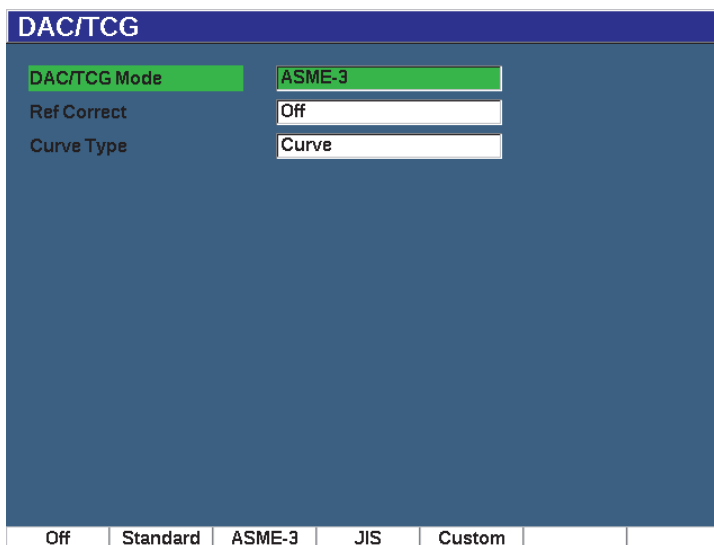

Figure 11-2 Fenêtre DAC/TCG
2. Appuyez sur **Setup** (Config.) [touche P7] pour afficher la fenêtre **DAC/TCG** (voir la Figure 11-2 à la page 251).